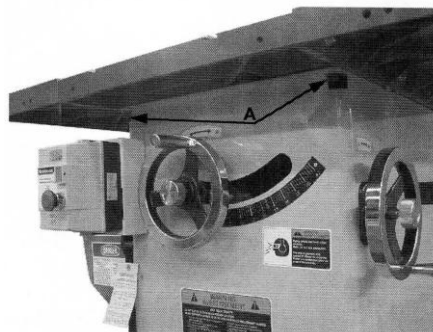

Рис. 18
5. Если они не совпадают, ослабьте четыре винта (А см. рис. 18) шестигранником, которые фиксируют стол к тумбе станка. Два из них показаны на рисунке 18.